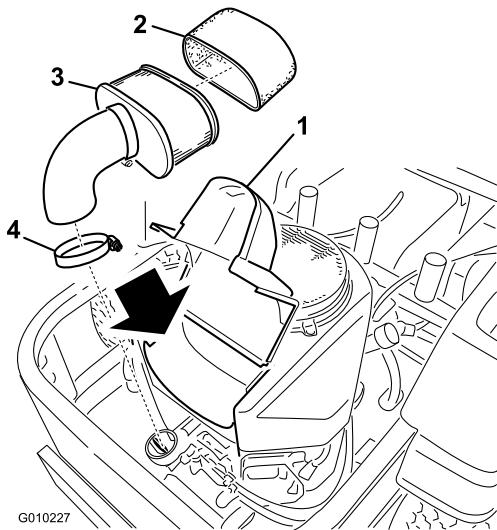

Figura 38
3. Limpie alrededor del limpiador de aire de forma que la suciedad no penetre en el motor y cause daños. Afloje los dos pomos de plástico de la tapa y retire la tapa del limpiador de aire (Figura 38).
4. Separe cuidadosamente el filtro de gomaespuma del filtro de papel (Figura 38).
5. Desenrosque las tuercas de orejeta y retire el filtro de papel (Figura 38).